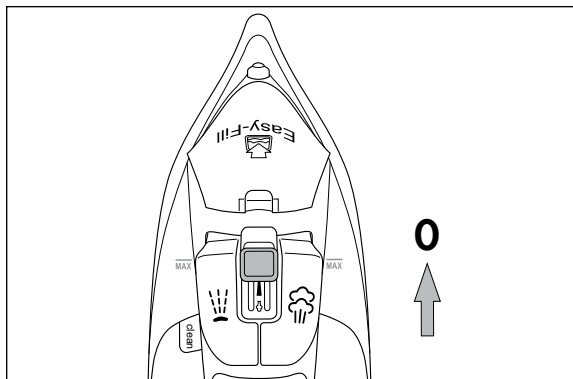

Fig. 2
- 1) Assicurarsi che il regolatore di vapore **3** si trovi in posizione **0** (vedere fig. 2).
- 1) Spingere il regolatore di vapore **3** completamente verso l'alto in posizione **0** (senza vapore) (vedere fig. 2).